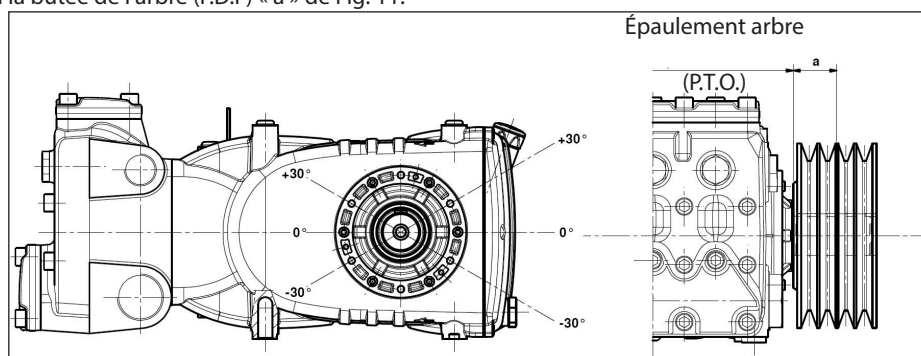

Fig. 11
La charge radiale sur l'arbre ne doit pas être supérieure à 7500 N (valeur nécessaire pour la définition du plan). La transmission est considérée appropriée si cette charge est appliquée à une distance maximum **a=40 mm** de l'épaule de l'arbre (prise de force) comme le montre Fig. 11.
- b) Utiliser des courroies à haut rendement - par exemple **XPB** au lieu de **SPB** - car il sera nécessaire d'avoir une quantité inférieure de courroies égales à la puissance transmise et par conséquent une distance inférieure de la résultante par rapport à la butée de l'arbre (P.D.F) « a » de Fig. 11.
- e) Contrôler la direction de la tension de la courroie comme indiqué Fig. 11 : pour toute autre nécessité, contacter le **Bureau Technique** ou le **Service d'Assistance Clients**.